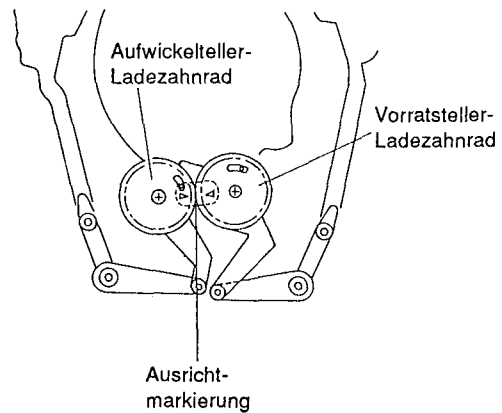

Abb. 4-30
- 1) Die Markierungen ausrichten (siehe Abb. 4-30).